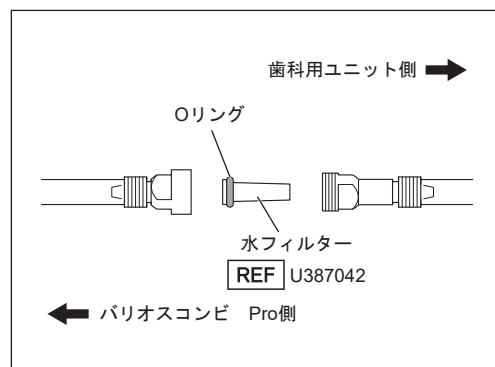

図59
- 5) 新しい水フィルターのOリングをバリオスコンビ Pro側にし、取り外しと逆の手順で組み付けます（図59）。